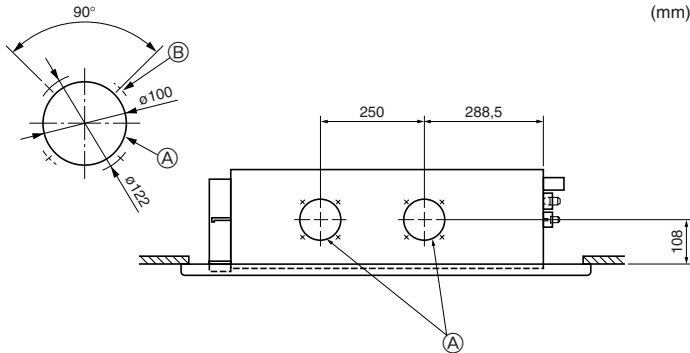

Fig. 2-10
2.5. Orifice d'arrivée d'air frais (Fig. 2-10)